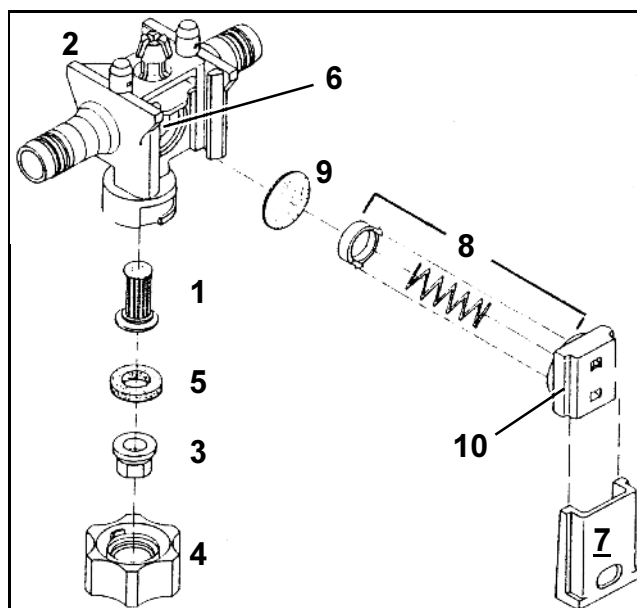

Рис. 140
- Фильтр сопла (Рис. 140/1) вставьте снизу в корпус сопла (Рис. 140/2).
- Вложите распылитель (Рис. 140/3) в байонетную гайку (Рис. 140/4).
- Резиновое уплотнение (Рис. 140/5) укладывается сверху сопла.
Отложения в посадочном месте мембраны (Рис. 140/6) являются причиной для подтекания сопел при отключенных штангах. Соответствующую мембрану необходимо чистить следующим образом:
- Выдвиньте задвижку (Рис. 140/7) из корпуса сопла (Рис. 140/2) по направлению к байонетной гайке.
- Извлеките пружинный элемент (Рис. 140/8) и мембрану (Рис. 140/9).
- Почистите посадочное место мембраны (Рис. 140/6).
При сборке следите за правильным направлением установки пружинного элемента. Выступающие края, с правой и левой сторон корпуса пружинного элемента (Рис. 140/10) должны быть направлены при сборке в сторону профиля штанг.